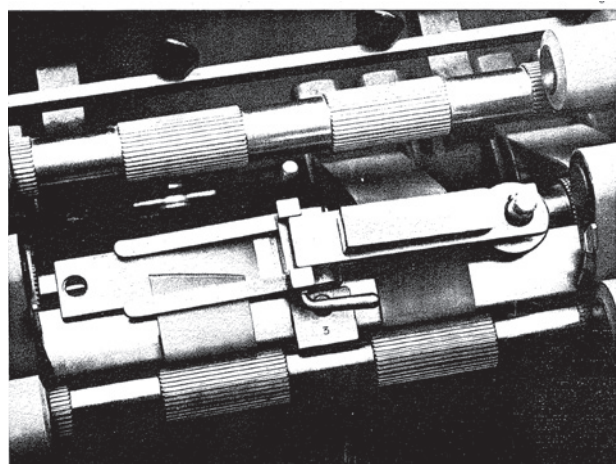

图5
4. 将胶圈的自由端绕过胶圈驱动辊，插入压合器，调节并使用手柄 E_2 固定（图5）。
5. 向下按压压板G，并将锁定螺钉D转至止动位置。保持压力约2分钟（图5）。